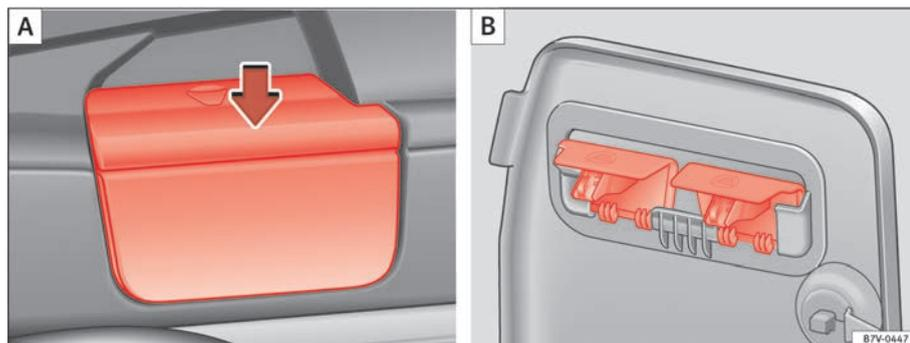

Abb. 98 Abdeckung der Aufnahme der Gepäckraumabdeckung abnehmen (A) und sicher verstauen (B).
- Abdeckungen der Aufnahmen in den Seitenverkleidungen ⇒ Abb. 98  abnehmen. Dazu von oben auf die Abdeckung drücken (Pfeil) und Abdeckung abziehen.
- Ablagefach in der Seitenverkleidung hinten links im Gepäckraum öffnen ⇒ Seite 168 und Abdeckungen an der Rückseite des Ablagefachdeckels einhängen ⇒ Abb. 98 .